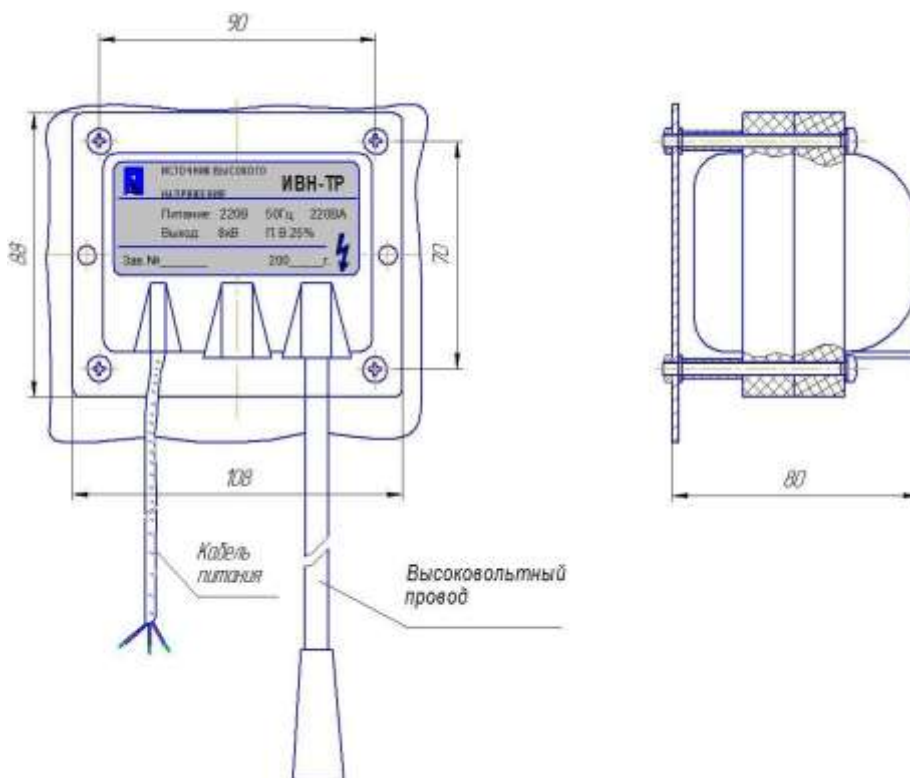

Рис.2 Общий вид и габариты ИВН-ТР по варианту В.
*- длина провода ВН согласно заказу, **- изделие комплектуется при поставке по варианту В (см. рис.2)